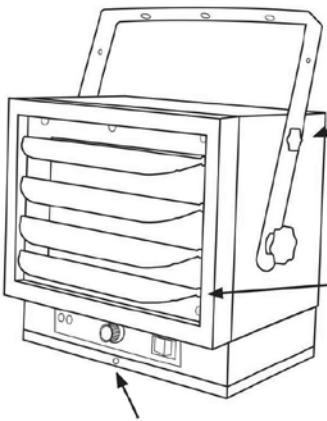

Figure 5
3. Soulever le radiateur horizontalement ou incliné en alignant les trous du support supérieur avec les trous filetés supérieurs sur le radiateur; fixer avec les petites vis à bouton et les serrer toutes. Voir la **Figure 5**.
- 2. **Incliner l'appareil :** desserrer les petites vis à bouton supérieures et fileter les trous prévus dans le radiateur jusqu'à ce qu'ils soient serrés. Voir la **Figure 5**.
- 3. **Ajuster les lamelles** devant le radiateur comme désiré. Voir la **Figure 5**.